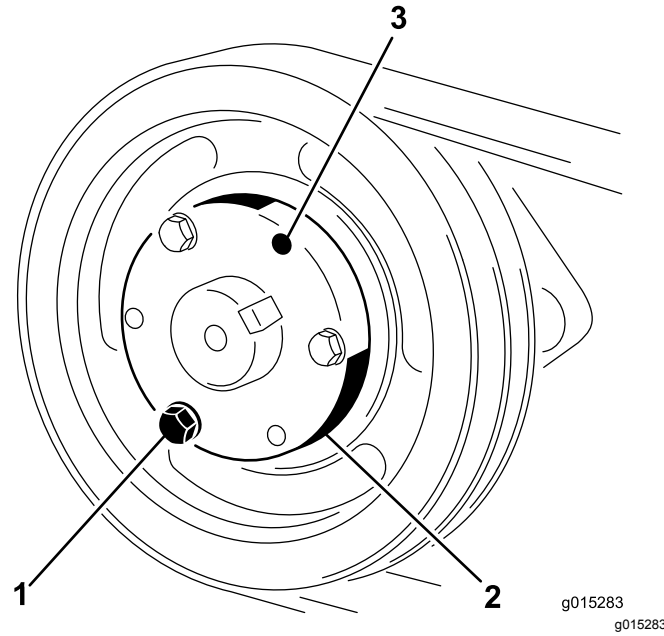

图26
- 1. 卸下螺栓和锁紧垫圈一次卸掉 1 个并将其拧入相邻的孔中 图26。